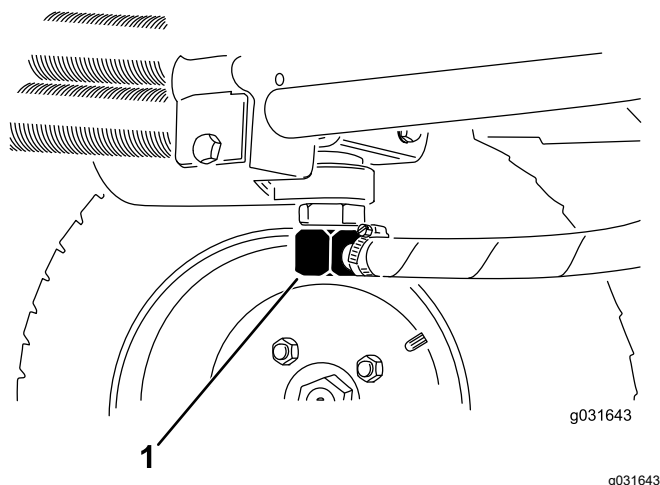
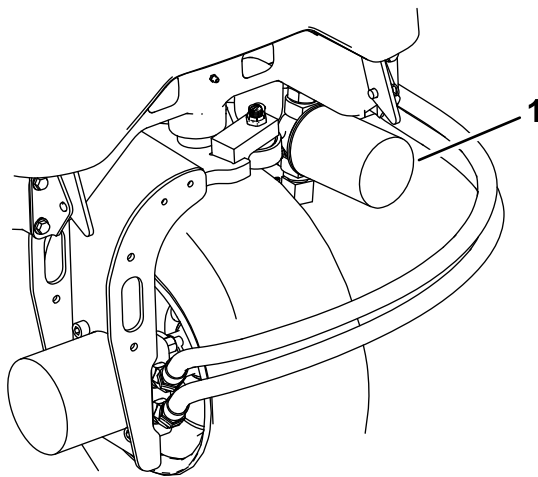

Figura 65
Figura 67
2. Scollegate il tubo idraulico o togliete il filtro idraulico e lasciate defluire il fluido idraulico in una bacinella (Figura 67 e Figura 65).
3. Pulite attorno all'area di montaggio del filtro, collocate una bacinella di spurgo sotto il filtro e togliete il filtro (Figura 67).
3. Quando il fluido idraulico cessa di defluire, montate il tubo idraulico (Figura 65).